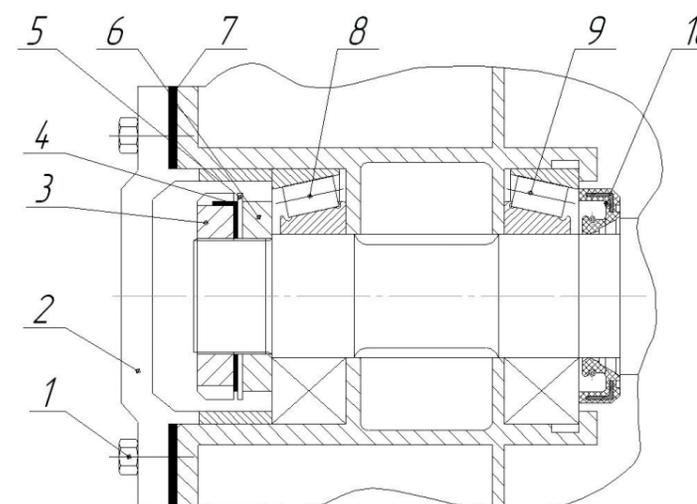

Рис. 5
7.2 **Регулировку подшипников ступиц колес** производить при появлении осевого люфта (стук, виляние) колес в следующем порядке (Рис. 5):